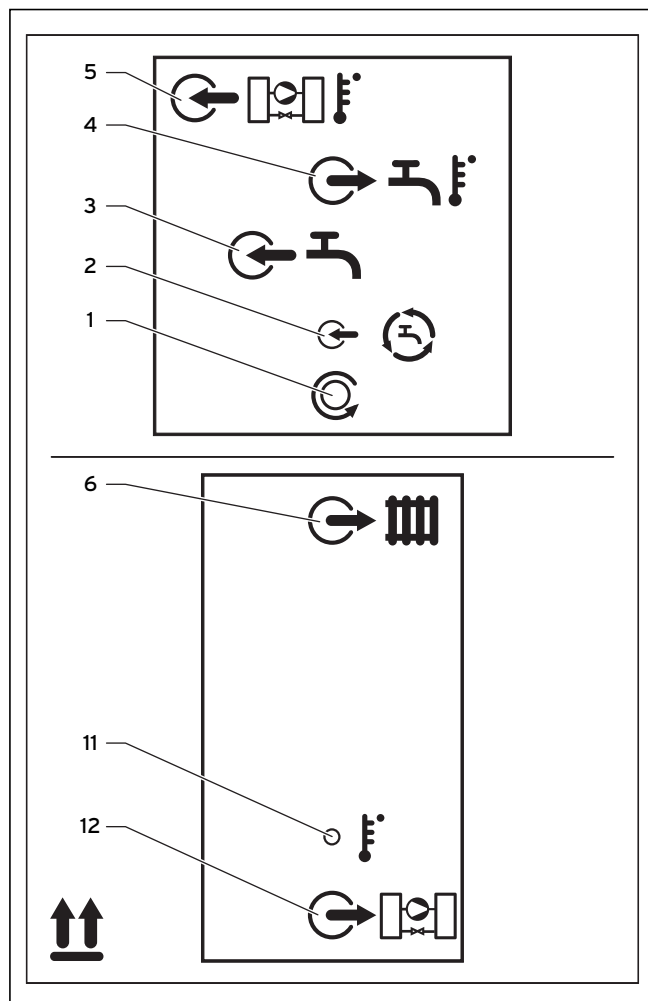

Afb. 2.1 Aansluitingen buizenwerk, aanzicht van links
De VDH 300/2 is een zogenaamde boiler met dubbele mantel, d.w.z. dat er een inwendige boiler (zie afb. 2.1, pos. 9) in een uitwendige boiler is (7) gelast. Beide zijn door een ringspleet gescheiden, waardoor ca. 85 liter verwarmingswater kan stromen. De inwendige boiler bestaat uit corrosiebestendig edelstaal en beschikt over een volume van ca. 268 liter. Door deze constructie van de warmwaterboiler kunnen zeer hoge warmtehoeveelheden naar het secundaire volume (10) van de boiler worden overgedragen. Bovendien kan deze boiler zonder bezwaar ook met sterk kalkhoudend water worden gebruikt.